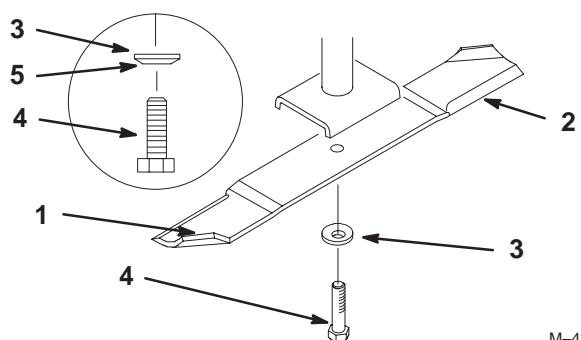

**Figure 36**
2. Vérifiez l'équilibre de la lame en la plaçant sur un équilibrage (Fig. 36). Si la lame reste horizontale, elle est équilibrée et peut être utilisée. Si la lame est déséquilibrée, limez un peu l'extrémité de la partie incurvée seulement (Fig. 37). Répétez la procédure jusqu'à ce que la lame soit équilibrée.